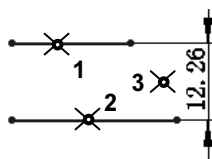

图 2.9.6 平行线距离的标注
Step 3 分别单击位置 1 和位置 2 以选取两条平行线，然后单击位置 3 以放置尺寸，如图 2.9.6 所示。